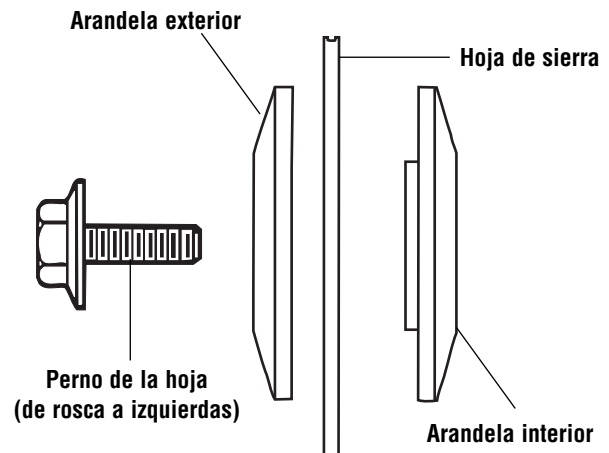

Figura 2. Herrajes de la hoja
5. Quite el perno de la hoja, la arandela exterior y la hoja. No es necesario quitar la arandela interior (Figura 2).